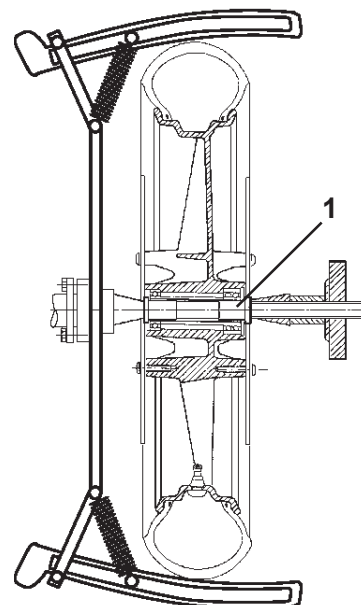

Figure 12a
Se encuentran disponibles distintos casquillos de centrado (**fig 12a, pos. 1**) para las ruedas de motocicleta con cojinetes protegidos por guarniciones, que no permiten el centrado con los conos normales del adaptador.